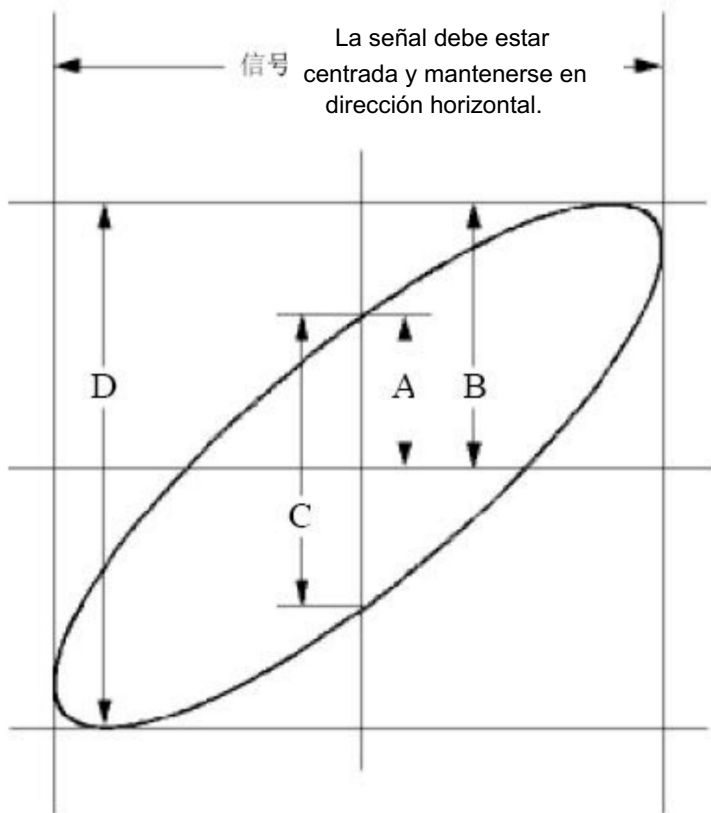

Figura 6-6 Gráfico de Lissajous
(1) Configure el coeficiente de atenuación del menú de la sonda en 10X y el del interruptor en la sonda en 10X (consulte "Cómo configurar el coeficiente de atenuación de la sonda" en la página 19).
(2) Conectar la sonda del canal 1 a la entrada de la red y la de Canal 2 a la salida de la red.
(3) Presione el botón Autoset , con el osciloscopio encendiendo las señales de los dos canales y mostrarlos en la pantalla.
(4) Gire la perilla de escala vertical , haciendo que las amplitudes de dos señales igual en bruto.
(5) Presione el botón Adquirir para mostrar el menú derecho.
(6) En el menú de la derecha, seleccione el modo XY como ON. El osciloscopio mostrará Las características de entrada y terminal de la red en el gráfico de Lissajous. forma.
(7) Gire las perillas de Escala vertical y Posición vertical , optimizando la forma de onda.
(8) Con el método del oscilograma elíptico adoptado, observar y calcular la diferencia de fase (ver Figura 6-6).